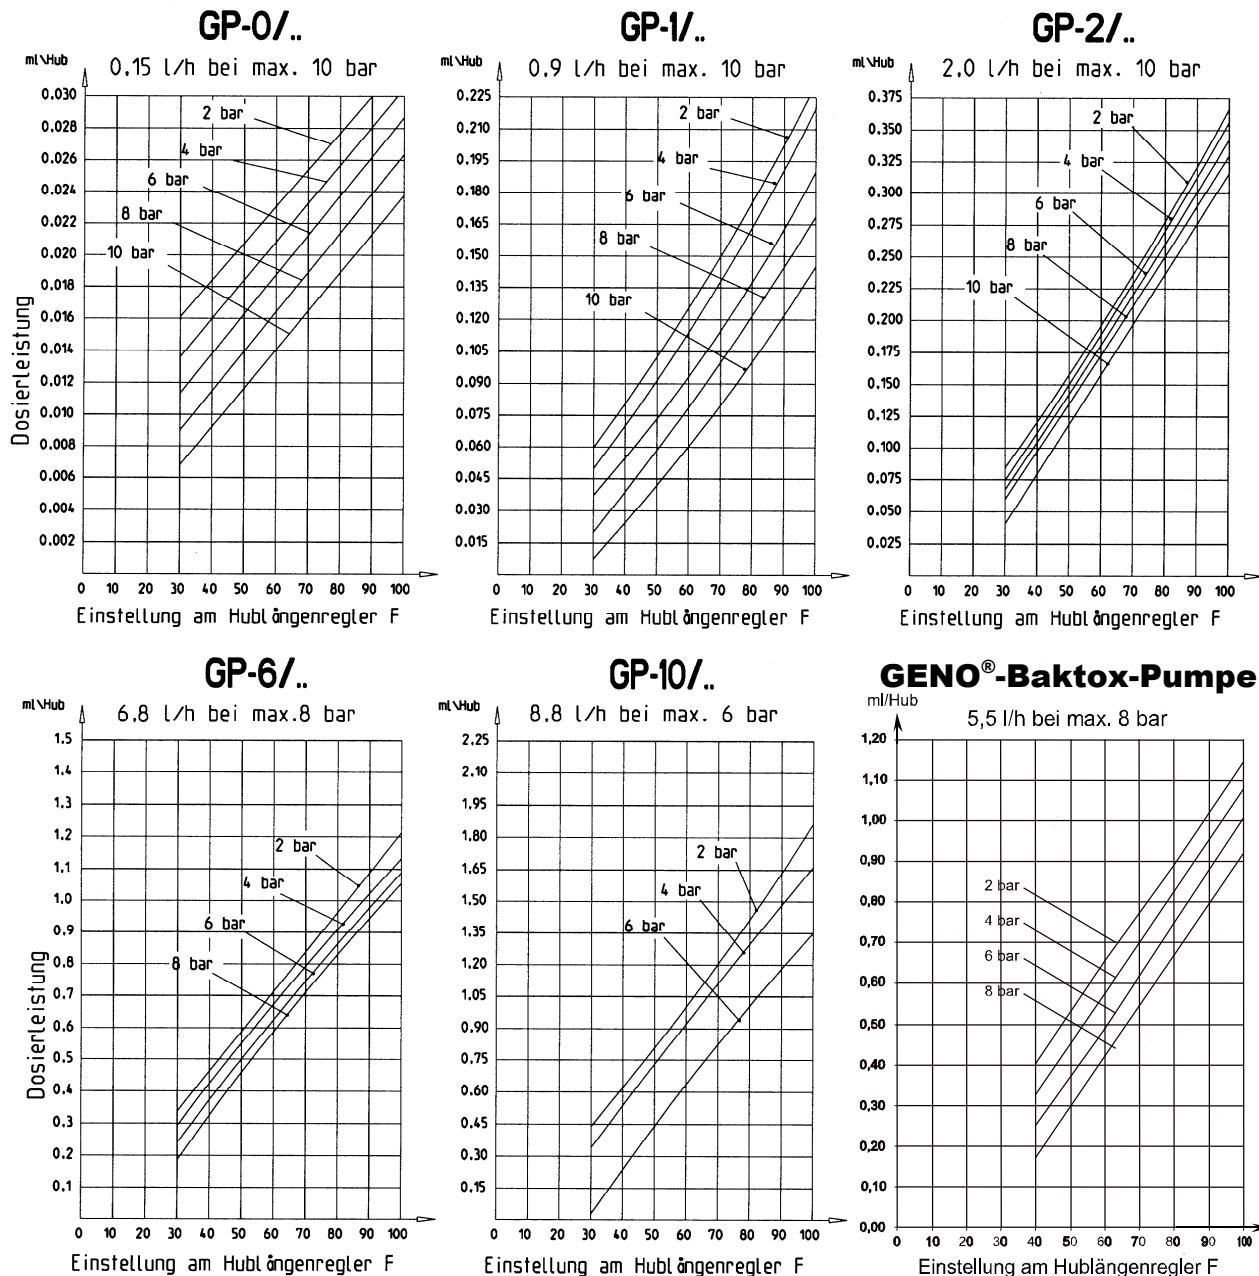

Abb. 7: Dosierrate (l/h) bei max. Dosiervolenz (109 Hübe/min bei 50 Hz)
- e) Gewünschte Dosierleistung einregulieren (siehe Punkt 7, Abb. 7 Dosierleistung).
Mit dem ermittelten Wert wird nun die entsprechende Pumpe nach den Dosierleistungsdiagrammen (s. Punkt 7 Abb. 7 Dosierleistung) ausgewählt. In diesem Beispiel ist die GENODOS®-Pumpe GP-1/.. die richtige Größe. Da es sich um eine durchflussmengenabhängige Dosierung handelt, muss die Steuerung mit externer Ansteuerungsmöglichkeit gewählt werden. Die hohe Impulszahl vom Kontaktwasserzähler erfordert hier eine Doserpumpe mit der Möglichkeit der Impulsteilung (Einstellung auf T8). Es ist die GENODOS®-Pumpe GP-1/40 mit ca. 72% Hubeinstellung bei einem Systemdruck von 6 bar einzusetzen.